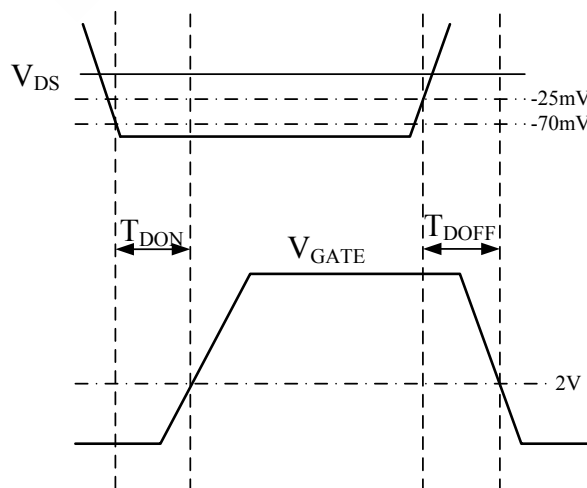

图1
CR3016 (L) 通过检测同步整流管漏极电压的变化来发出脉冲信号控制同步整流开关管的导通与关断。如图1所示在退磁时间开始阶段，输出端通过同步整流开关管体内的寄生二极管续流，由于体二极管的导通压降大于同步整流管开启阈值电压，此时控制电路在延时 150ns 后将 GATE 输出电压拉高，同步整流管开启。
当 $V_{DS}$ 电压上升到同步整流管关断阈值电压（-25mV）时，如图1所示，内部控制电路在约20ns 的关断延时后将GATE电压拉低。